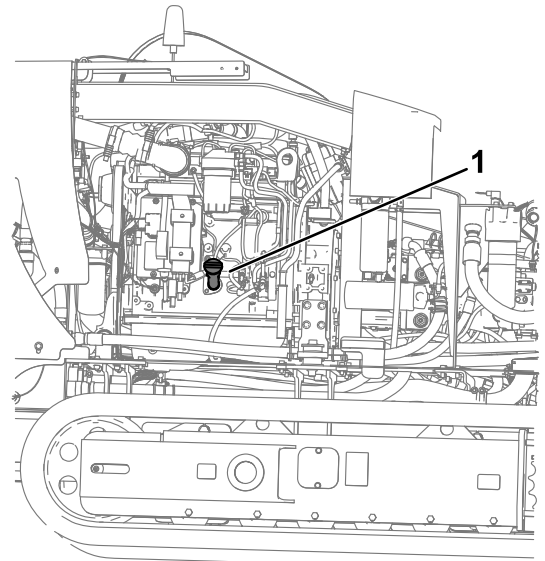

Bild 92
- A. Nehmen Sie den Fülldeckel (Bild 92) ab und füllen Sie Öl ein, bis der Höchststand erreicht ist. **Füllen Sie nicht zu viel ein.**